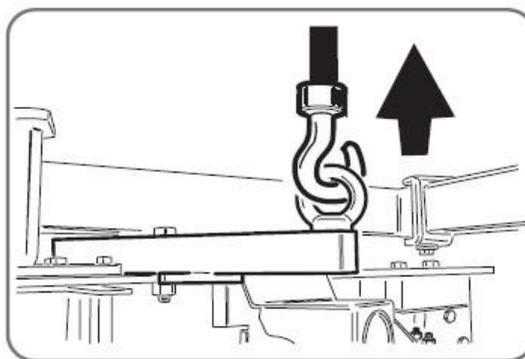

図3.2
- ・ 吊り上げブラケットを使用して固定します (図 3.2)